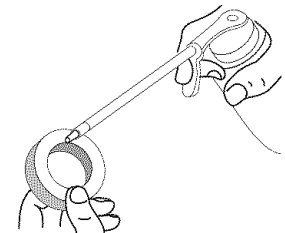

Fig. 20
4. Aplique suficiente aceite limpio SAE 30 para recubrir ligeramente el filtro (Fig. 20).